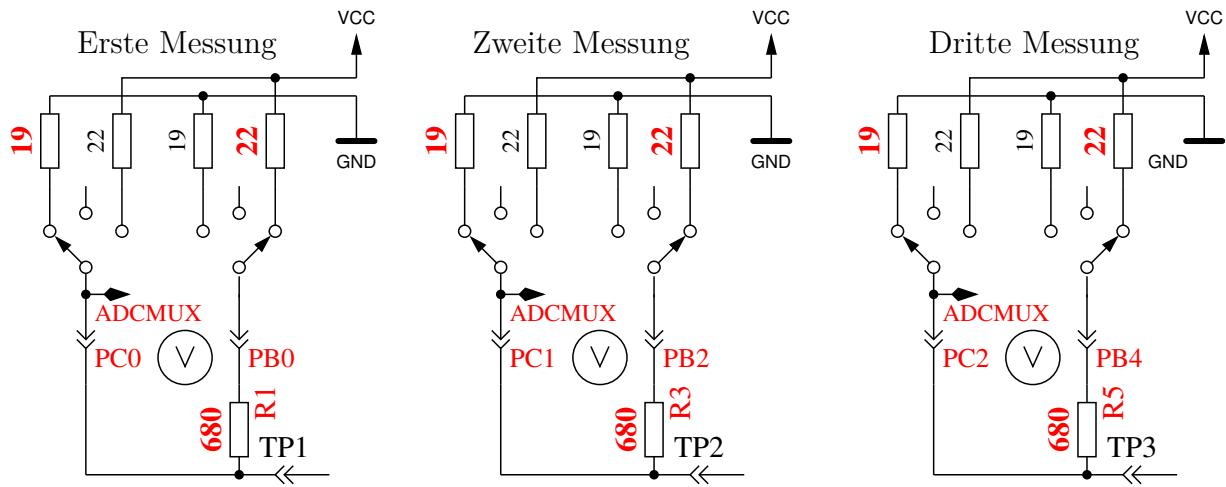

Abbildung 5.66. Messung des Innenwiderstandes von auf GND geschalteten Port-C-Ausgängen.
5. Dieser Schritt testet die **Fähigkeit von mit GND (-) verbundenen  $470k\Omega$ -Widerständen (H) die Testpins auf GND zu ziehen**. Zeile 1 zeigt den Text „RH-“. Zeile 2 sollte für alle drei Pinne Null mV anzeigen.
6. Dieser Schritt testet die **Fähigkeit von mit VCC (+) verbundenen  $470k\Omega$ -Widerständen (H) die Testpins auf VCC zu ziehen**. Zeile 1 zeigt den Text „RH+“. Der bestmögliche mV Wert für die drei Messungen wäre 0 in Zeile 2, da die Diffenz zu VCC dargestellt wird. Große Abweichungen vom Idealwert für Schritt 5 und 6 sind Fehler wie Isolations-Problem, Flussmittelreste oder beschädigter Port.
8. **Messung des Innenwiderstandes eines auf GND geschalteten Ausgangs.** Dieser und die folgenden Schritte werden nur bei gewählter AUTO\_CAL-Option durchgeführt. Die internen Port-C-Widerstände von auf GND (-) geschalteten Ausgängen werden mit dem Strom der nach VCC (+) geschalteten  $680\Omega$  Widerstände gemessen, siehe Abbildung 5.66. Es werden nur die drei Pins des ADC-Ports vermessen, die Widerstands-Ports PB0, PB2 und PB4 können nicht ohne Veränderung der Hardware gemessen werden. Es wird angenommen, dass die Port-widerstände von unterschiedlichen Ports nahezu identisch sind. Der Widerstandswert wird im nächsten Schritt mit ausgegeben.